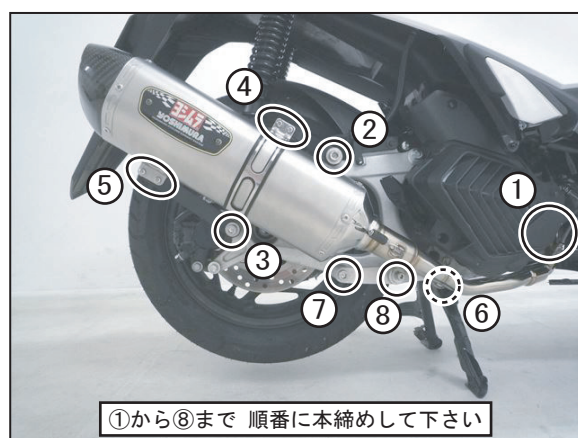

FIG. 19
13. マフラーと車両が干渉していない事を確認して下さい。干渉している場合はエキゾーストパイプ、サイレンサーステーを留めるボルト・ナットを緩め、干渉しない位置に再度調整して下さい。（FIG. 19参照）